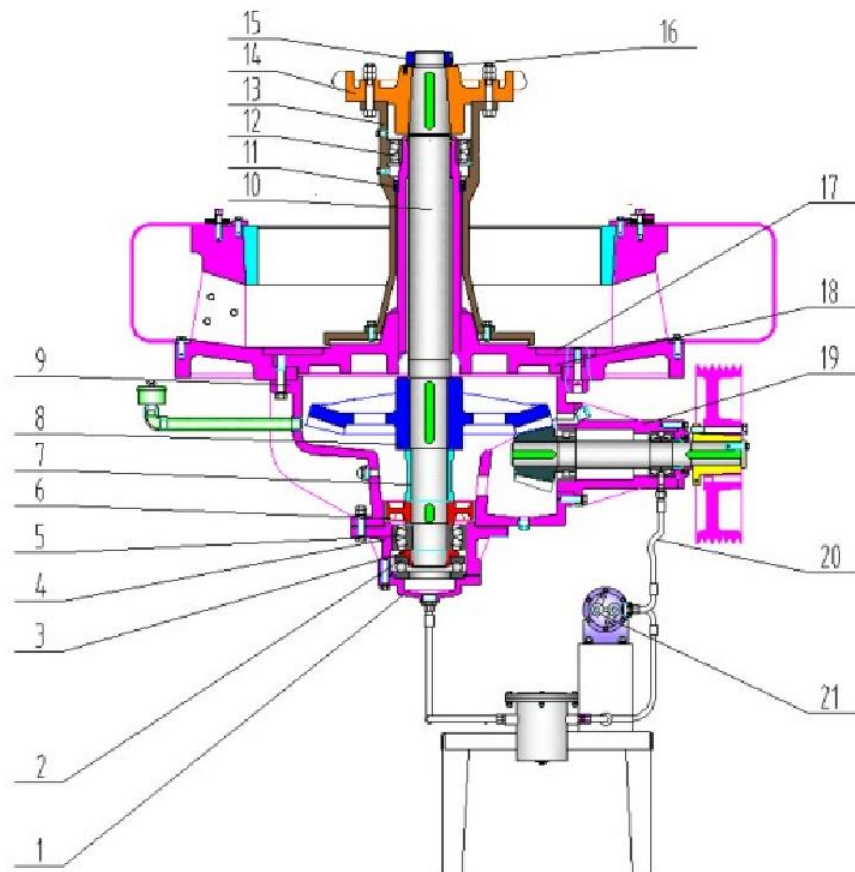

Рисунок 12 – Установка редуктора и главного вала мельницы MTW 138
1. Редуктор и основной блок (см. рисунок 12)